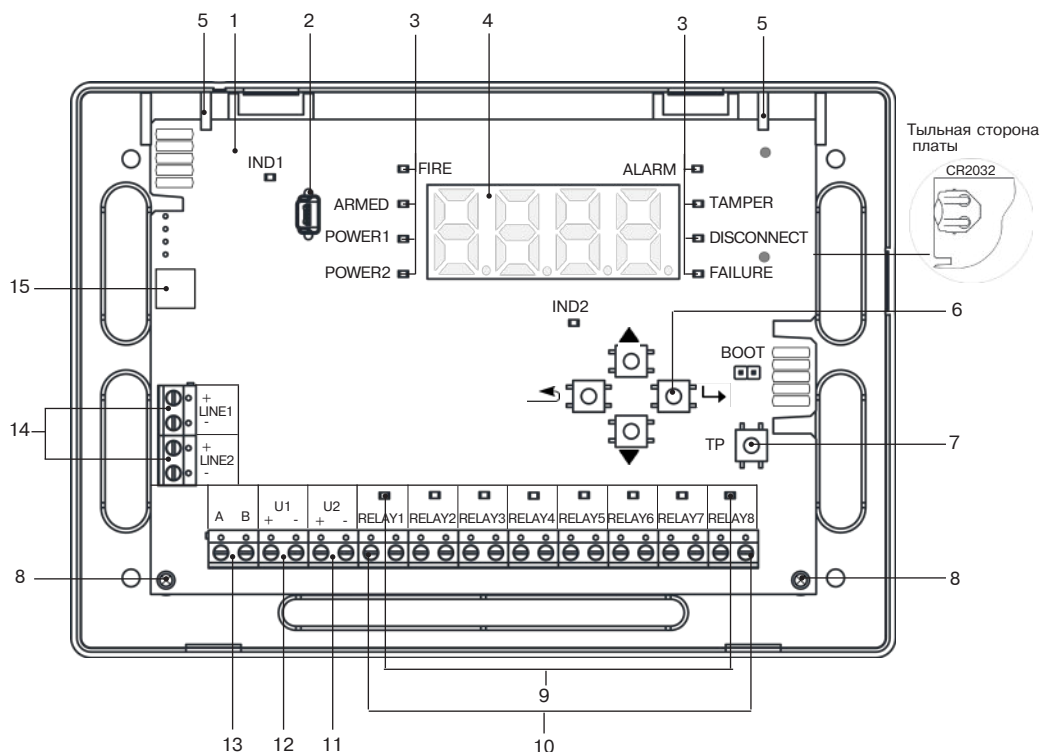

Рисунок 1 – Конструкция БОС (вид без крышки)
БОС состоит из крышки корпуса и основания корпуса с установленной печатной платой (1). Печатная плата крепится двумя защепами (5) и двумя винтами (8). Основание корпуса с печатной платой представлено на рис. 1.
Нажмите датчик вскрытия (поз. 8, рис. 1) на плате БОС для перехода на экран меню ручного конфигурирования.